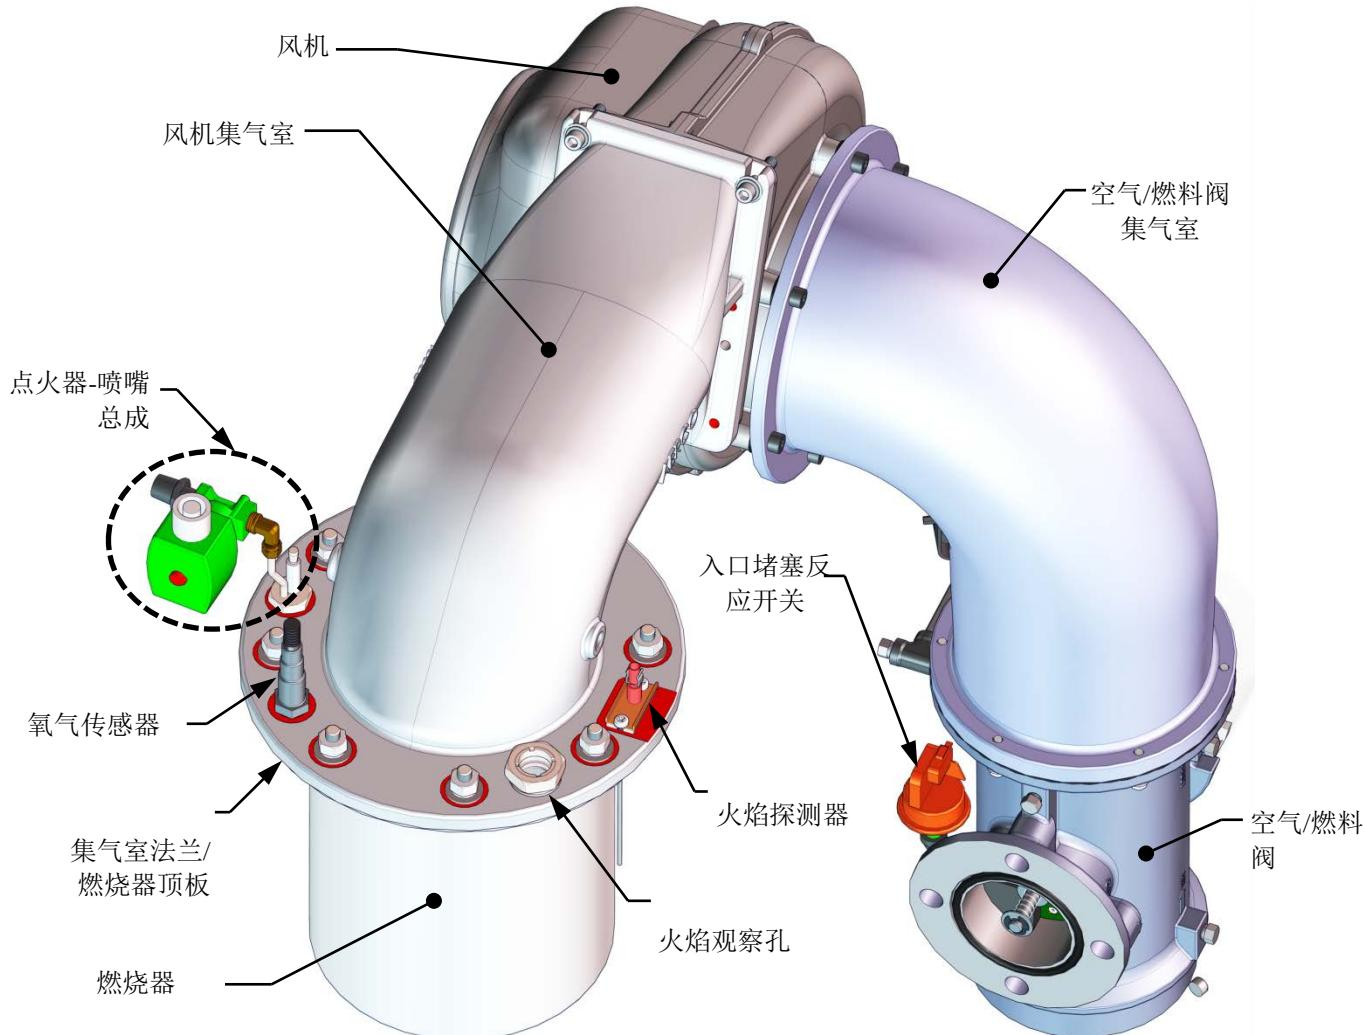

图 7-1：基准系列 1500/2000 燃烧器总成（从锅炉上拆下）
点火器-喷嘴（部件号 58023）位于锅炉顶部的燃烧器顶板上。除了提供点燃燃烧器所必需的点火火花，点火器-喷嘴还包含一个连接到阶段式点火总成的气体喷射管。图 7-1 展示了从锅炉上拆下的完整燃烧器总成并指示了点火器-喷嘴火焰探测器和其他相关组件的位置。
2. 抓住顶部手柄，直接拉出，以从设备上拆下顶部护罩。这将使护罩与侧部面板上的四 (4) 个针脱离。
3. 从点火器-喷嘴上拆下缆线（图 7-1）。
火焰探测器（部件号 24356-1）位于设备顶部的燃烧器板上（参见图 7-1 和 7-2）。火焰探测器可能很烫，因此在卸下之前先让设备充分冷却。检查或更换火焰探测器，如下所示：
氧气传感器（部件号 **61026**）位于设备顶部的燃烧器板上（参见图 7-1 和 7-2）。传感器可能很烫。因此在卸下之前先让氧气传感器充分冷却。